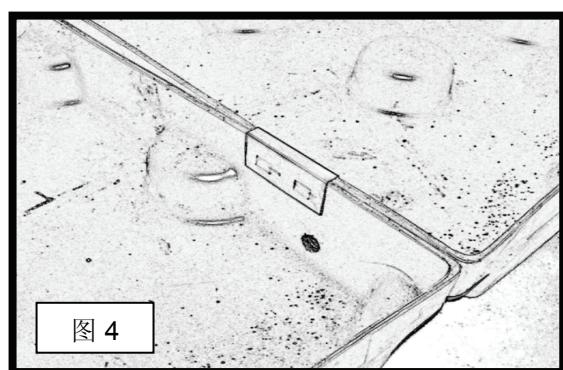

图 4
- 4) 要确保卡子完全向下敲击到位，与液体收集槽上缘齐平（见图 4）。